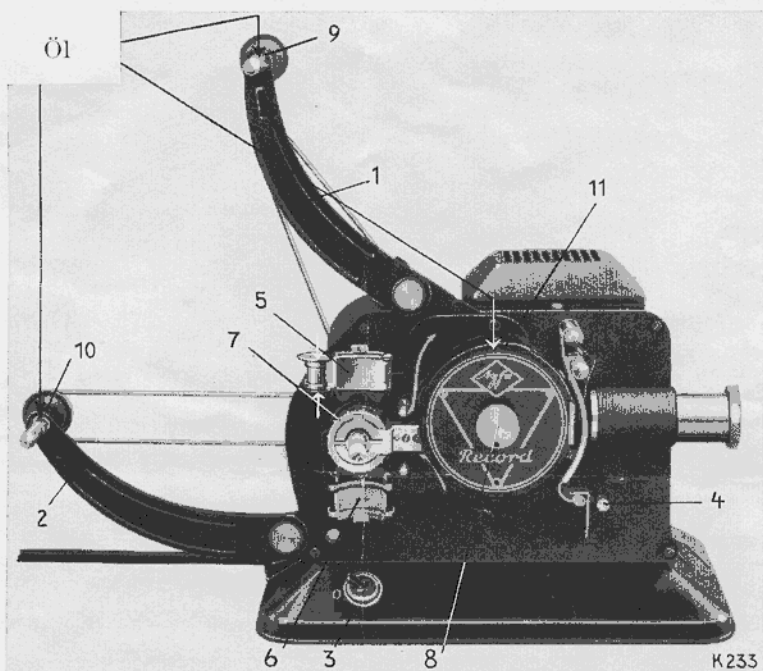
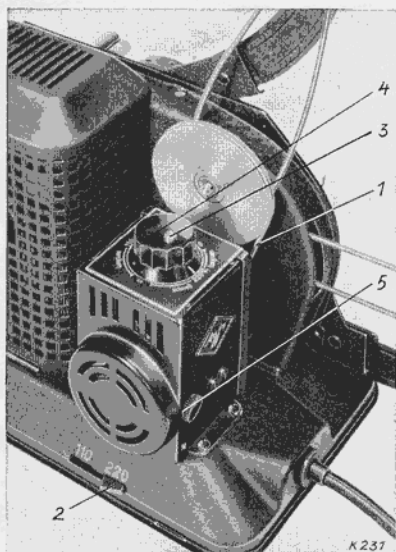
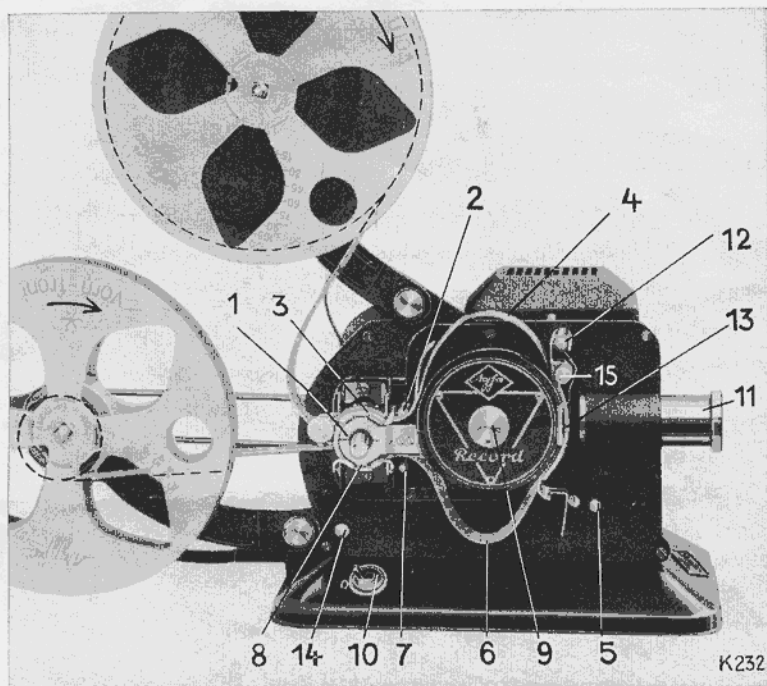

Abb. 1
Abb. 2
Abb. 4
Movector auf einen feststehenden Tisch so aufstellen, daß sich das Objektiv in Höhe der Leinwandmitte befindet. Oberen Spulenarm 1 (Abb. 1) hochklappen, unteren Spulenarm 2 (Abb. 1) herunterklappen.
Hebel des **Spannungsumschalters 2** (Abb. 2) leicht nach abwärts drücken und auf die der Netzspannung entsprechende Zahl (110 oder 220 Volt) schieben.\*) Ferner nach Niederdrücken des Knopfes 3 (Abb. 2) Drehknopf 4 (Abb. 2) des Motorregulierwiderstandes entsprechend auf 110 oder 220 Volt (auf „schnell“) einstellen. Mit Anschlußkabel Netzanschluß an die Steckdose des Lichtnetzes herstellen.
Schalter 3 (Abb. 1) einschalten (Stellung in Richtung zur Leinwand) und durch Drehen des Isolierknopfes 4 (Abb. 2) — **ohne den Me-**
**talkknopf 3 (Abb. 2) niederzudrücken** — Geschwindigkeit bis zur flimmerfreien Projektion einregulieren. Wenn der Motor beim Einschalten des Schalters 3 (Abb. 1) nicht gleich anläuft, den Isolierknopf 4 (Abb. 2) in Richtung „schnell“ drehen, bis der Motor die gewünschte Geschwindigkeit erreicht hat.
- a) **Hauptschalter 3 (Abb. 1) auf „O“ stellen.**
- b) **Filmkanal öffnen:** Unteres Ende (—→) der Andruckplatte bis zum Einrasten nach vorn drücken. Andruckschuhe 5 und 6 (Abb. 1) nach oben bzw. unten von der Zahntrommel 7 (Abb. 1) wegklappen.
- d) **Film einlegen.** Volle Filmspule auf den oberen Spulenarm bis zum Einrasten aufschieben (Abb. 4), so daß der Film im Uhrzeigersinn abläuft, etwa 60 cm Film abwickeln.
**Film** zunächst oben auf die **Transporttrommel 1 (Abb. 4)** so legen, daß die Zähne der Trommel genau in die Lochung des Films eingreifen, und der Film **unter** dem Stift 2 (Abb. 4) durchläuft, dann **oberen Andrückschuh 3 (Abb. 4)** schließen. Film nach Bildung einer **großen Schleife 4** (Abb. 4) seitlich in **den Filmkanal** einschieben. Andruckplatte durch Druck auf den
Stift 5 (Abb. 4) auslösen und damit Filmkanal schließen. Film nach **nochmaliger Bildung einer Schleife 6** (Abb. 4) **über** den Stift 7 (Abb. 4) führen und **unter die Transporttrommel legen** (Zähne genau in die Lochung!) Dann unteren Andrückschuh 8 (Abb. 4) hochklappen.
Durch Drehen am Triebknopf 9 (Abb. 4) prüfen, ob der Film ruckweise im Filmkanal geschaltet wird. Dabei kann man leicht an der oberen Schleife ziehen, bis man deutlich spürt, daß der Greifer in die Perforation des Films eingesprungen ist.
Schalter 10 (Abb. 4) einschalten, Motor auf flimmerfreie Projektion einregulieren durch Drehen des Motorregulierwiderstandes 4 (Abb. 2). **Scharfstellen** durch Vorwärts- und Rückwärtsschieben des Objektivs 11 (Abb. 4) unter gleichzeitiger leichter Drehung.
**Stillstand:** Drehknopf 4 (Abb. 2) im Gegensinn des Uhrzeigers, also über „Langsam„ auf „0“ stellen. Wenn das Bild nicht sofort erscheint, etwas am Triebknopf 9 (Abb. 4) drehen, bis die Umlaufblende den Lichtweg freigibt.
Durch Drehen am Knopf 15 (Abb. 4) Bild richtig in den Ausschnitt stellen.
Filmende der Aufwickelspule zur oberen Spule führen und im Kern befestigen. Hierauf kann durch Einschalten des Motors mittels Schalter 10 (Abb. 4) der Film auf die obere Spule umgerollt werden. Untere Spule mit der Hand **leicht** bremsen, damit der Film nicht aufschnurrt.
Auch der Winkelspiegel 13 (Abb. 4) soll gelegentlich gereinigt werden. Vor Herausnehmen des Winkelspiegels muß erst der Triebknopf 9 (Abbildung 4) so gedreht werden, daß der grüne Punkt unten steht. Dann kann der Halter mit dem Spiegel herausgezogen und mit einem nicht fasernden Tuch vorsichtig gereinigt werden. Beim Wiedereinsetzen des Winkelspiegels, das natürlich nur bei der oben angegebenen Triebknopfstellung erfolgen kann, ist ferner darauf zu achten, daß der Spiegel 13 **bis zum Anschlag** eingeschoben wird, da sonst Greiferbeschädigungen beim Anlaufen des Apparates eintreten können.
Nach etwa 150 Betriebsstunden müssen die Kollektorkohlen nachgeprüft, und wenn sie kürzer als 5 mm geworden sind, durch neue ersetzt werden. Kollektorkappen 5 (Abb. 2) herausschrauben, Kohlen an den Spiralfedern herausziehen und neue Kohlen einsetzen. Kollektorkappen wieder aufschrauben.
Außerdem ist bei Dauerbetrieb gelegentlich je ein Tröpfchen Öl auf die Achsenden der Rolle des oberen Andrückschuhs 5 (Abb. 1) zu geben.
| Nr. 1 | Vierkantlager des oberen Spulenarms . . . . .  | 9 (Abb. 1)  |
| Nr. 2 | Vierkantlager des unteren Spulenarms . . . . . | 10 (Abb. 1) |
| Nr. 3 | Greifermechanismus . . . . .                   | 11 (Abb. 1) |
Nr. 6 Achsenden der Rolle des oberen Andrückschuhs . . . . . 5 (Abb. 1)
Oberen Spulenarm an den Apparat anklappen. Auslöseknopf 14 (Abb. 4) nach innen drücken und unteren Spulenarm hochklappen. Apparat in den Transportkoffer stellen.